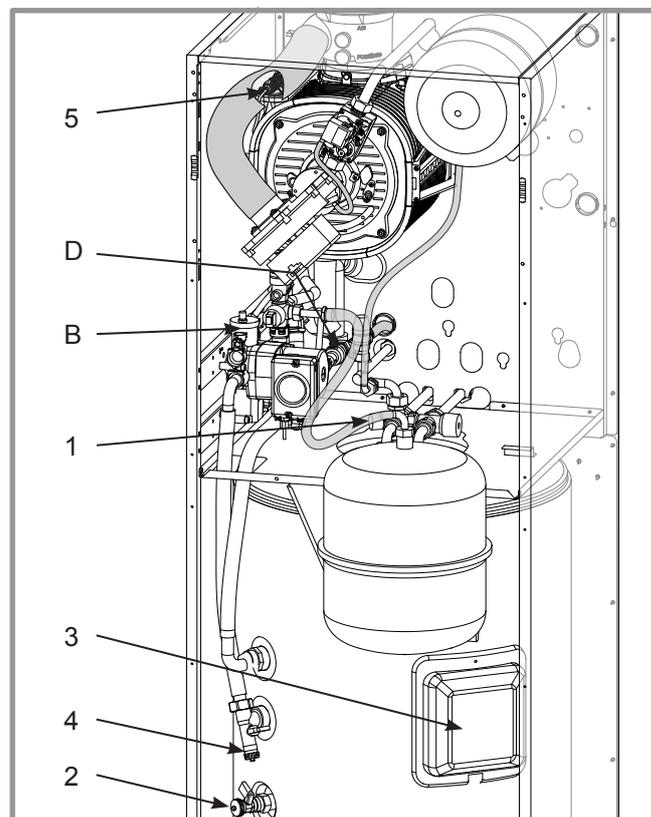

figure 52 - Vannes et purgeur
- Ouvrir le robinet de vidange de la chaudière (*figure 52, page 45, rep. 4*).
- Ouvrir le purgeur de la chaudière (*figure 52, rep. 5*).